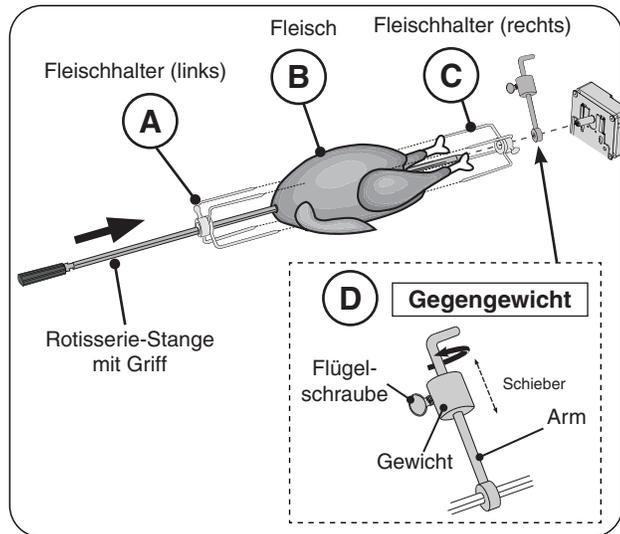

Abb. 30-3 Rotisserie zum Kochen zusammenbauen
4. Schieben Sie den linken Fleischhalter auf die Stange und ziehen Sie ihn fest (siehe Abb. 30-3, A).
5. Schieben Sie dann das Fleisch auf den Stab, gefolgt vom rechten Fleischhalter (siehe Abb. 30-3, B und C).
8. Das Gegengewicht kann dann an einer gleichmäßigen Gewichtsverteilung angebracht werden. Schieben Sie das Gegengewicht auf die Stange neben dem rechten Fleischhalter (siehe Abb. 30-3, D). Lösen Sie den Arm und richten Sie ihn gegenüber der schweren Seite des Fleisches nach oben. Den Arm festziehen.